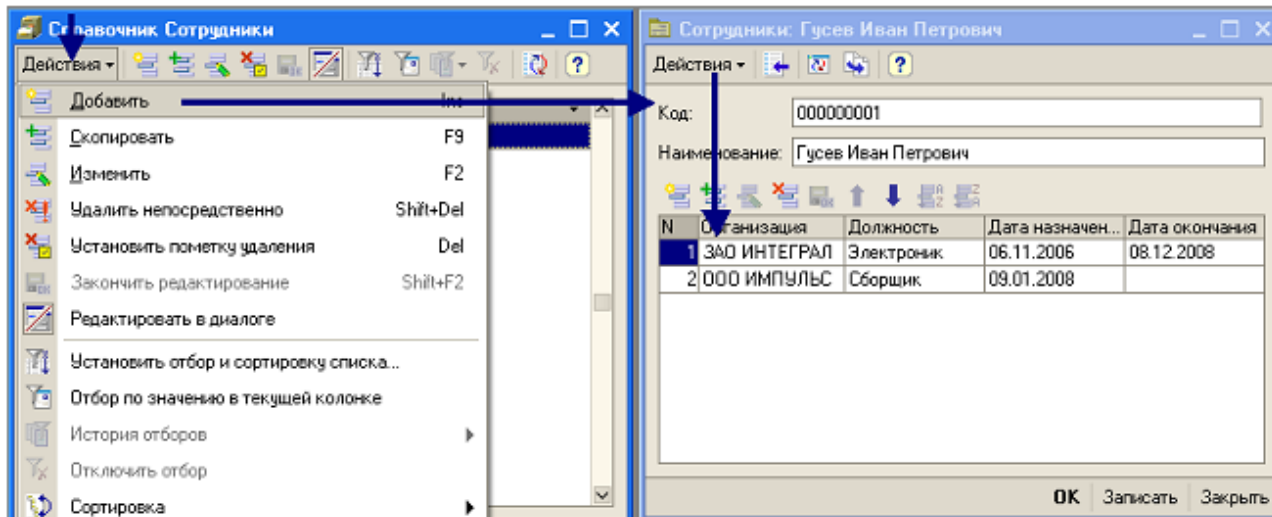

Рис. 28
- выполните пункт *Действия* → *Добавить* (рис. 28) и в открывшемся окне формы введите сведения о сотруднике.